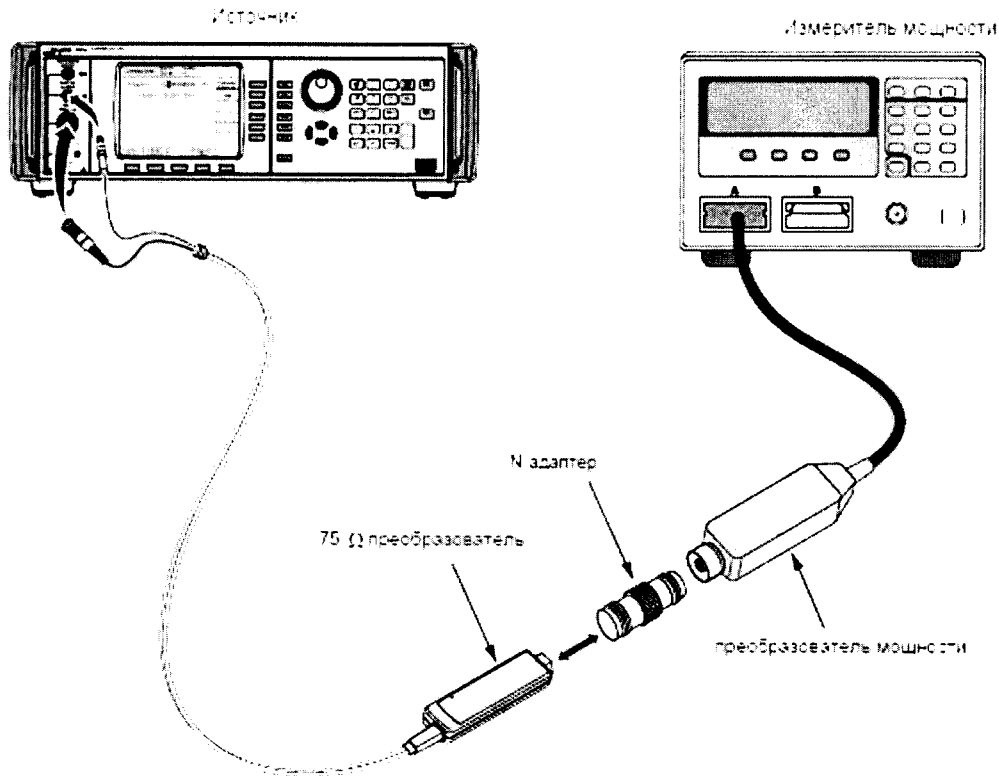

Рисунок 10.
8.14.2.1 Соединить измерительный преобразователь 75 Ом со входом 75 Ом преобразователя измерителя мощности через адаптер типа N (рисунок 10).